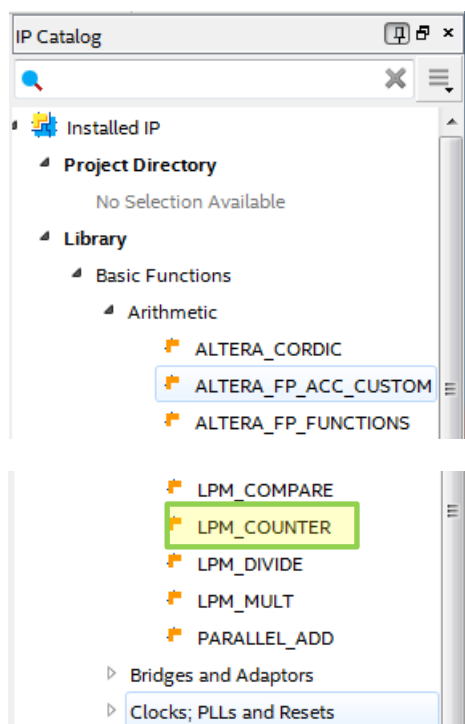

Рис. 4 Окно **IP Catalog**
3.1. В окне **IP Catalog** в разделе **Library->Basic Functions->Arithmetic** выберите мегафункцию **LPM\_COUNTER** (рис. 4) и нажмите кнопку «+ADD»,